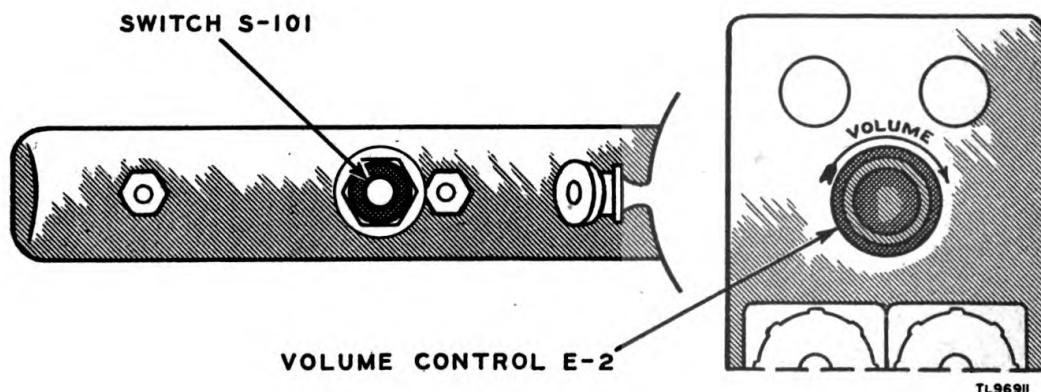

Figure 11. Controls.
12. AMPLIFIER CONTROL (fig. 11).
13. MICROPHONE CONTROL (fig. 11).